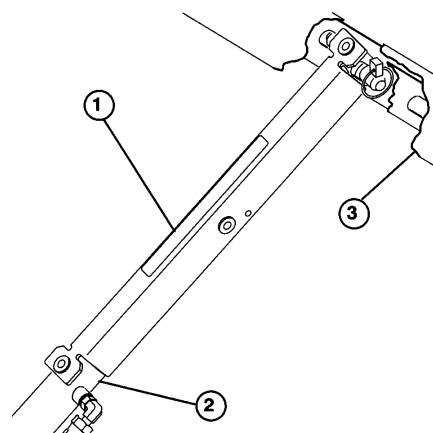

Fig. 24
3. Skyv støtten inn på sylindrestangen, pass på at støtteendeklaffene hviler mot enden av sylinderskafte og mot sylindrestangens ende (fig. 24).